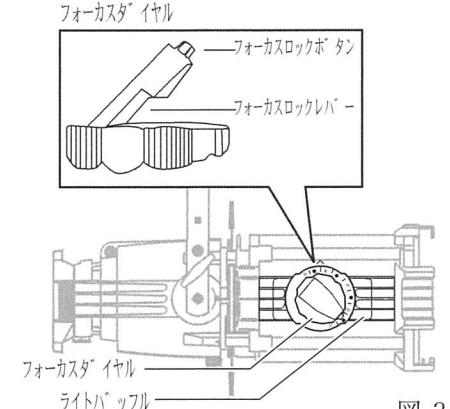

図3
1. フォーカスロックボタンを押しながらフォーカスロックレバーをお起こし、フォーカスダイヤルを解除して下さい(図3)。